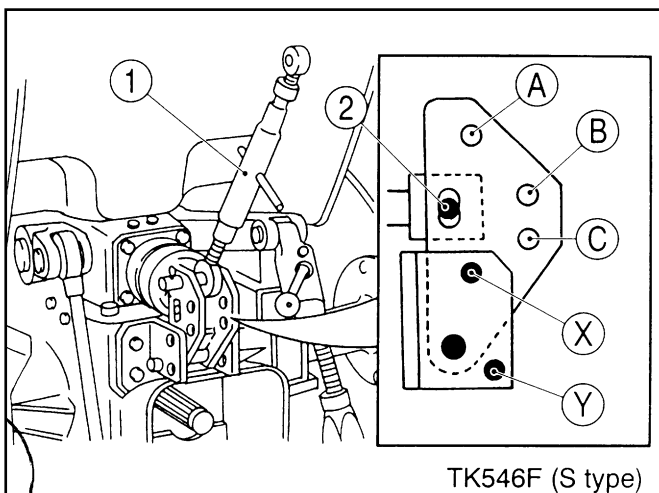
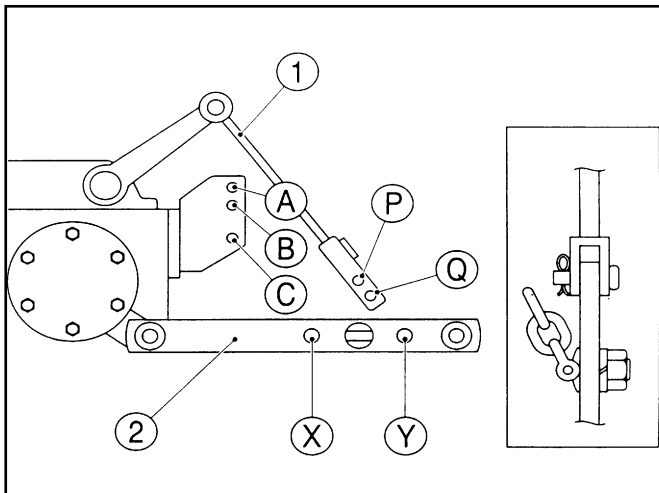

FIG. 57a / ABB. 57a / FIG. 57a
FIG. 57b / ABB. 57b / FIG. 57b
Pour la plupart des accessoires, la fixation du raccord supérieur (1) dans l'orifice central B dans la Fig. 57a pour les tracteurs de type S et dans l'orifice supérieur A pour les tracteurs de type P est satisfaisant, mais la position peut être changée pour augmenter la hauteur de l'accessoire durant le transport.
Les positions illustrées dans la Fig. 57a peuvent également être utilisées pour ajuster la sensibilité de traction sur les tracteurs de type S.
Für das meiste Anbaugerät ist das Anbringen der Anlenkstange (1) an der mittleren Bohrung B in Abb. 57a (für Typ S) bzw. der oberen Bohrung A in Abb. 57b (für Typ P) angemessen. Diese Position kann jedoch geändert werden, um einen höheren Hub für den Transport zu erzielen.
Die Positionen in Abb. 57a dienen beim Typ S auch zum Einstellen der Zugempfindlichkeit.
Voor de meeste werktuigen wordt de juiste stand bekomen door de bovenste stang (1) vast te maken in gat B in Fig. 57a voor het type S en in het bovenste gat A in Fig. 57b voor het type P. De stand kan echter worden veranderd om het werktuig in een hogere stand te plaatsen tijdens het rijden.
De standen in Fig. 57a worden eveneens gebruikt voor het regelen van de trekkracht bij het type S.
*NOTE: Pour opérer en contrôle de traction, la goupille (2) doit être installée (comme illustré) et la goupille de blocage déposée de la position (X) et placée à la position (Y) (Fig. 57a).*
*Pour opérer en contrôle de position, la goupille de blocage doit être déposée de la position (X) et installée à la position (Y).*
La tige de relevage (1) et les tiges inférieures (2) comportent également de multiples positions. Normalement, le trou inférieur (Q) de chaque tige de relevage est fixé au trou avant (X) de la tige inférieure (Fig. 57b).
**OPMERKING:** Om te werken met trekkrachtregeling moet u pen (2) plaatsen (zoals getoond) en de borgpen wegnemen uit positie (X) en wegbergen op positie (Y) (Fig. 57a).
De hefstang (1) en de onderste hefarmen (2) hebben ook meerdere posities. Normaal gezien is de onderste opening (Q) in elke hefstang verbonden met de voorste opening (X) in de onderste hefstang (Fig. 57b).